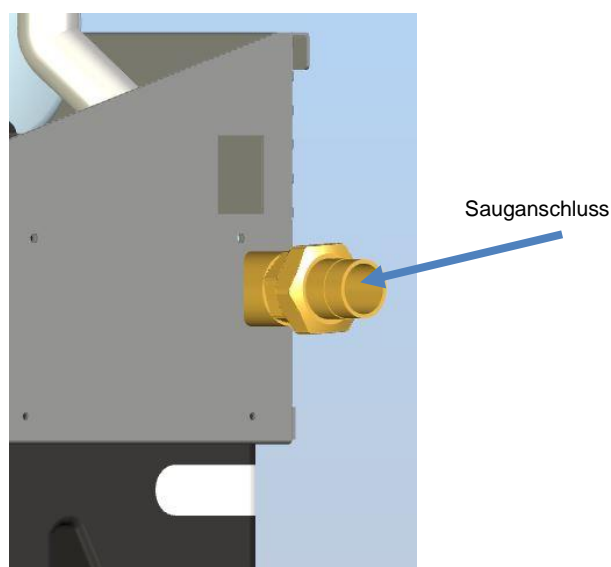

Abbildung 10: Anschluss der Saugleitung
- Saugleitung dicht und spannungsfrei mit der 3-teiligen-Verschraubung des *Regenmanager*[®] verbinden, siehe Abbildung 10